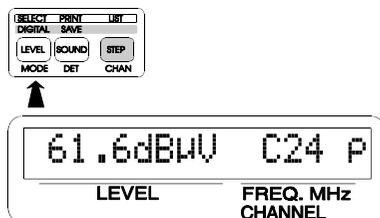

Figure 34.- Sélection d'un canal et affichage à l'écran.
- 6.- De même, l'information ayant rapport à un ensemble de canaux peut être imprimée automatiquement. Pour cela, les canaux à imprimer devront être sélectionnés au préalable. Régler le canal au moyen de la commande **TUNING [2]**, puis engager la touche **LEVEL [7]** (SELECT). Sur accord d'un canal sélectionné au préalable, l'écran affichera un **p** sur sa droite, comme le montre la figure 34.